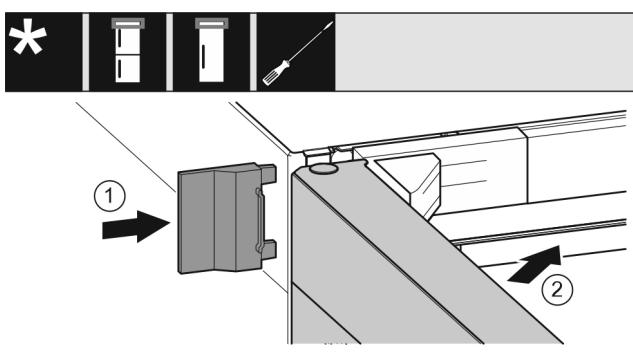

Fig. 22
- Shtyni kapakun mbulues të jashtëm. Fig. 22 (1)
- Mbyllni derën lart. Fig. 22 (2)